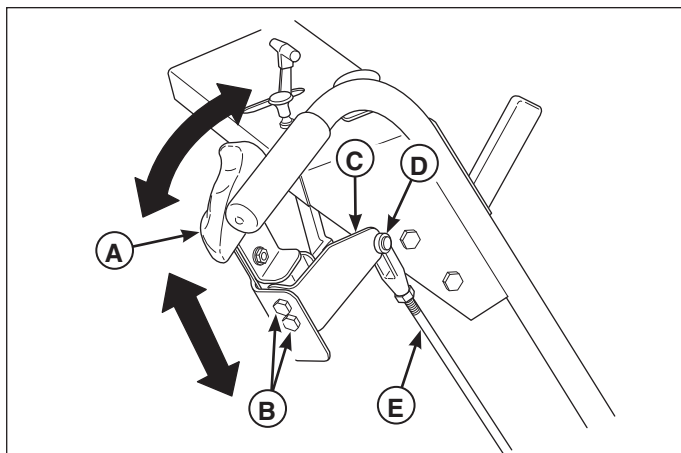

Figure 5. Réglage du levier de commande de la vitesse au sol
1. Desserrer l'attache du levier (B, Figure 5) pour régler la hauteur du levier. S'assurer que les leviers sont parallèles avec les barres des poignées dans les directions avant et arrière sans contacter les barres de poignées.